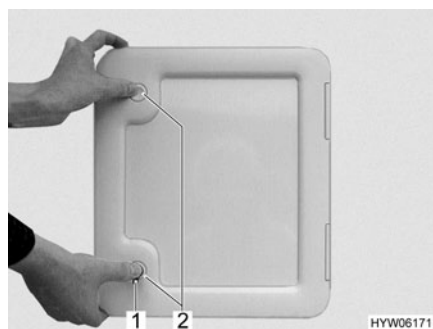

Fig. 164 Trampilla para el cassette Thetford
La trampilla de evacuación para el cassette Thetford (Fig. 164) está en la parte exterior del vehículo.
- Introducir la llave en el cilindro de cierre del cierre a presión (Fig. 164,1) y girarla un cuarto de vuelta en sentido de las agujas del reloj.
- Presionar ambos cierres a presión (Fig. 164,2) al mismo tiempo con el pulgar y abrir la trampilla para el cassette Thetford.